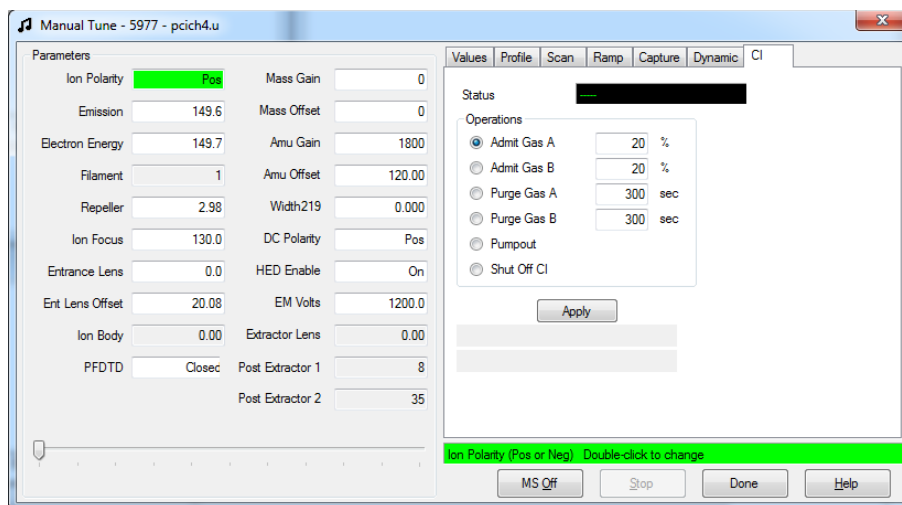

Figure 49. Onglet de CI de réglage manuel
- 1 Dans la boîte de dialogue **Manual Tune** (Réglage manuel), cliquer sur l'onglet **CI** pour accéder aux réglages des paramètres pour le contrôle du flux gazeux d'ionisation chimique. (Voir Figure 49.)